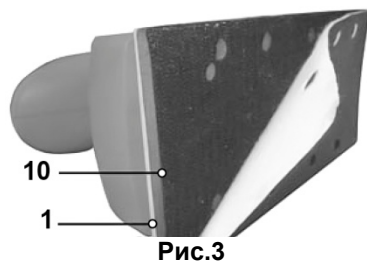

Рис.3
7.1 Установка шлифлиста на «липучках» (Рис. 3).